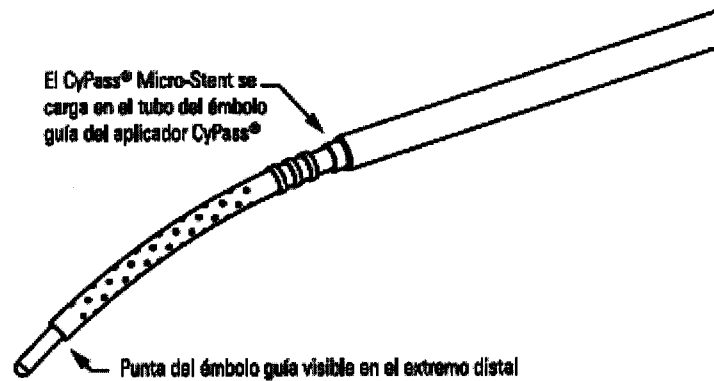

Figura 4: CyPass® Micro-Stent cargado en el émbolo guía del aplicador CyPass®
10. Examinar el ensamblaje. Confirmar el estado del CyPass® Micro-Stent y que el émbolo guía quede completamente expuesto en el extremo distal (Figura 4). Si el CyPass® Micro-Stent o el émbolo guía del aplicador CyPass® está dañado, NO UTILIZAR y contactar con Alcon.